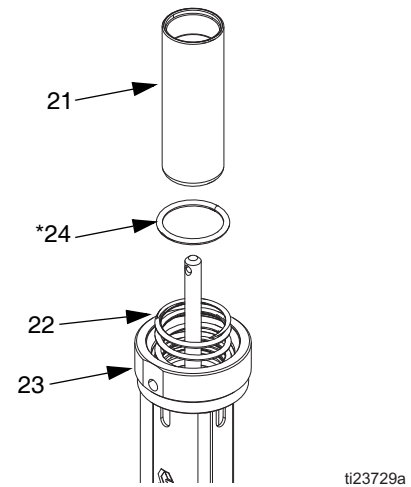

ABB. 15
- Luftkolben (21) nach oben aus der Luftmotorbasis (23) herausziehen. O-Ring (24*) von der Luftmotorbasis entfernen. Alle Teile, einschließlich der Feder (22) in der Luftmotorbasis auf Beschädigungen überprüfen. Siehe ABB. 15.